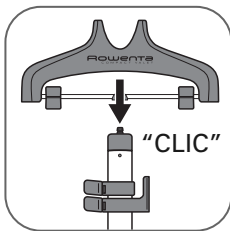

fig. 5
5. Emboitez verticalement le cintre sur le haut du mât jusqu'à entendre un clic. *(fig. 5)*